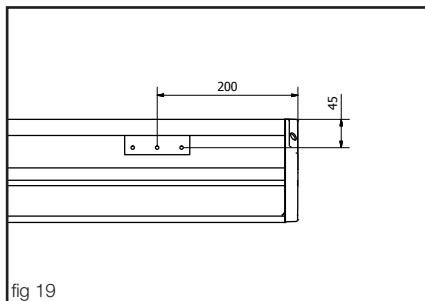

fig 19
1. Mount the wall brackets and make sure they are levelled. Sideways spacing isn't crucial as they can slide sideways but recommended spacing is shown in fig 19.
1. Skruva upp väggkonsolerna vågrätt. Exakt positionering i sidled är inte nödvändigt då kassetten kan glida på konsolerna. Rekommenderad positionering visas i fig 19. Konsolerna får dock aldrig monteras längre in än 40cm från kanterna!